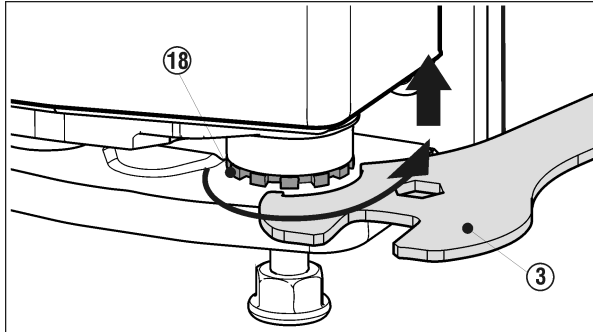

Fig. 12
- Чтобы поднять дверцу выверните вправо опорный палец *Fig. 12 (18)* с помощью прилагающегося вильчатого ключа *Fig. 12 (3)*. При поставке опорный палец полностью вкручен.